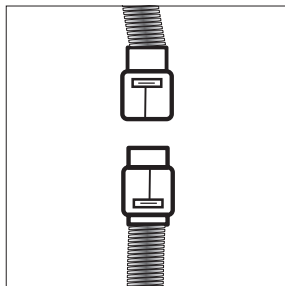

Рис. 10
- Соедините провод от двигателя с проводом от панели управления при помощи влагозащищенного разъема (Рис. 10).